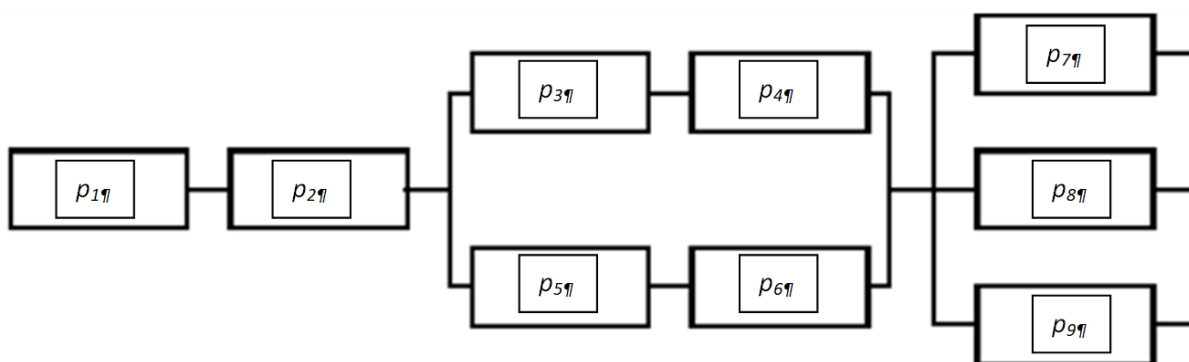

Рис. 1. Структурная схема надежности технической системы
18. Техническая система предназначена для выполнения некоторой задачи. С целью обеспечения работоспособности система спроектирована со смешанным соединением элементов (рис. 1). Определить надежность системы, если известно, что надежность ее элементов равна: $p_1 = 0,99$; $p_2 = 0,98$; $p_3 = 0,9$; $p_4 = 0,95$; $p_5 = 0,9$; $p_6 = 0,9$; $p_7 = 0,8$; $p_8 = 0,75$; $p_9 = 0,7$.